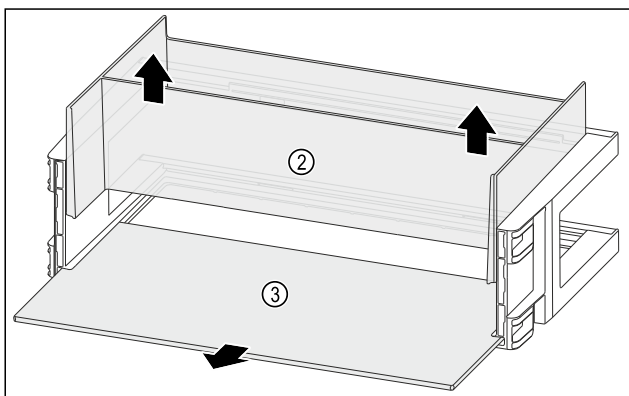

Fig. 132
- ▶ Vegye ki felfelé a rendszerezőt Fig. 132 (2).
- ▶ Vegye ki a tárolólapot Fig. 132 (3).